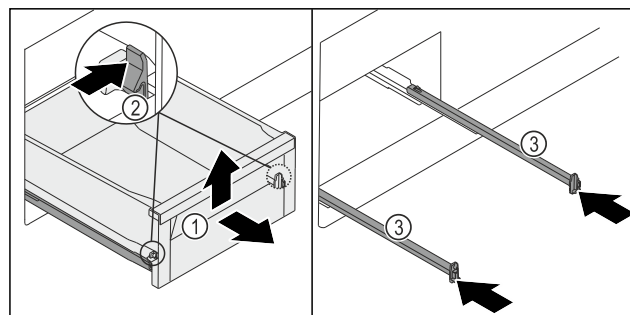

Fig. 123
- Wysunąć szufladę Fig. 123 (1) do oporu.
- Zacisk Fig. 123 (2) wcisnąć po lewej i prawej stronie równomiernie do wewnątrz.
- Szuflada Fig. 123 (1) zostaje zwolniona z szyn.
- Szufladę Fig. 123 (1) należy unieść w przód.
- Szufladę Fig. 123 (1) należy wyjąć w przód.
- Wsunąć szyny Fig. 123 (3).